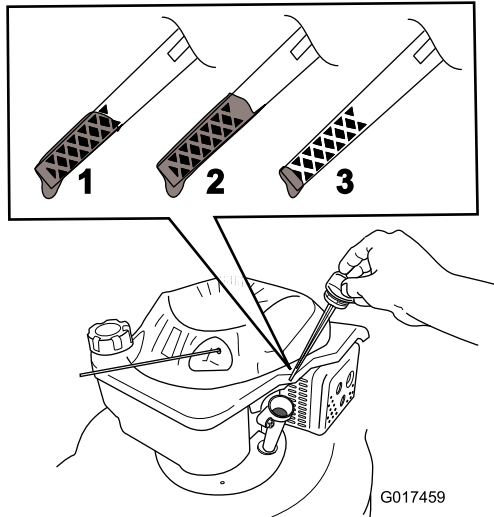

Figura 10
5. Para determinar el nivel de aceite correcto, consulte Figura 10.
- Nota:** Llene el cárter con aceite hasta que la varilla indique que el nivel del aceite del motor es correcto, según se muestra en Figura 10. Si usted llena demasiado el motor, vacíe el exceso de aceite siguiendo las instrucciones de la sección Cómo cambiar el aceite del motor.